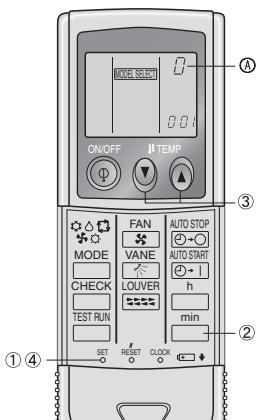

Fig. 6-9
##### 3) Attribution d'une télécommande sans fil infrarouge à chaque appareil (Fig. 6-9)
- 4) Réglage du numéro de paire de télécommande sans fil infrarouge (Fig. 6-9)
- ① Appuyer sur le bouton SET à l'aide d'un objet pointu.